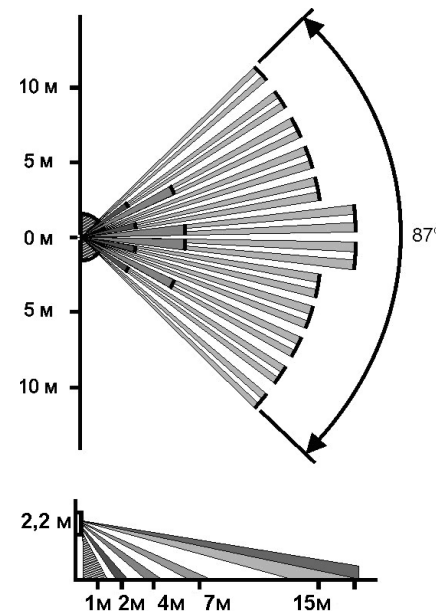

Рис.3 Диаграмма зоны обнаружения при наклоне основания извещателя вперед на угол 12 градусов. Заштрихованная область (антисаботажная зона) только для варианта 2
- Широкоугольная линза, позволяющая создать зону обнаружения максимальной площади (рис.3).